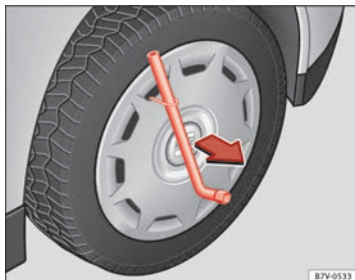

Fig. 181 Desmontar el tapacubos integral.
- Introduzca la llave para las ruedas en el gancho de alambre ⇒ fig. 181 y tire del tapacubos en el sentido que indica la flecha.